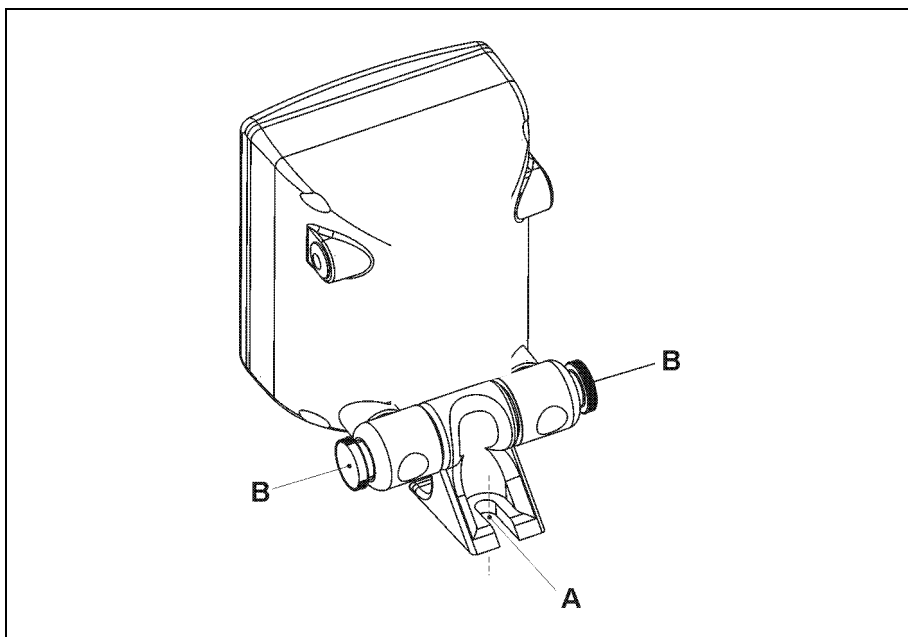

Figura 3. Montaggio del Monitor.
- all'interno della cabina del mezzo, su una superficie piana, praticare 2 fori (D. 9 mm) in corrispondenza di quelli presenti sulla staffa di fissaggio (Figura 3 - rif. <A>) e fissare saldamente la staffa alla struttura del mezzo mediante due viti (non in dotazione);
- fissare il Monitor alla staffa di fissaggio avvitando le apposite manopole in dotazione (Figura 3 - rif. ) nei fori ai lati del Monitor (Figura 3 - rif. <B1>).